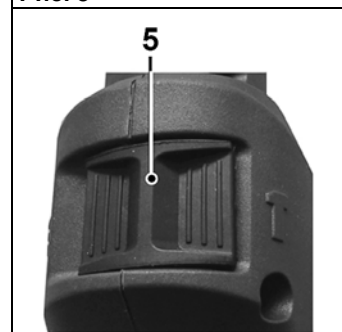

Рис. 4
9.2.5. Установите переключатель режимов работы (5) в положение «сверление с осевым ударом», как показано на Рис.4.